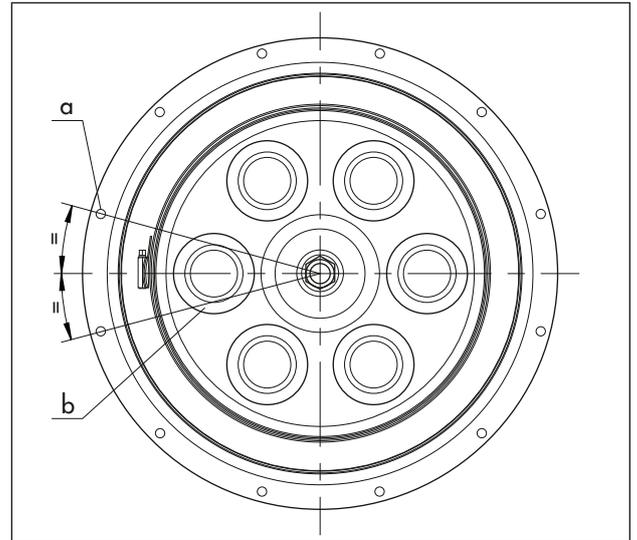

Fig. 24: Alinhamento da membrana
5. Monte a membrana nova (A4). Certifique-se de que o perfil da membrana está corretamente alinhado com a placa da membrana. A linha imaginária que passa por duas reentrâncias opostas para molas na placa da membrana deve ser alinhada centralmente entre dois orifícios de aparafusamento na membrana (consulte a Fig. 24).
350 e 700 cm²: rode o parafuso do fecho da abraçadeira da mangueira até ficar apenas uma folga de alguns milímetros entre a membrana (A4) e a abraçadeira da mangueira (A6). Coloque e alinhe o compressor (A19) por baixo da abraçadeira (consulte a Fig. 24). Aperte o parafuso do fecho com uma ferramenta adequada. Respeite os binários de aperto.
- Monte a membrana nova (A4). Certifique-se de que o perfil da membrana está corretamente alinhado com a placa da membrana. A linha imaginária que passa por duas reentrâncias opostas para molas na placa da membrana deve ser alinhada centralmente entre dois orifícios de aparafusamento na membrana (consulte a Fig. 24).